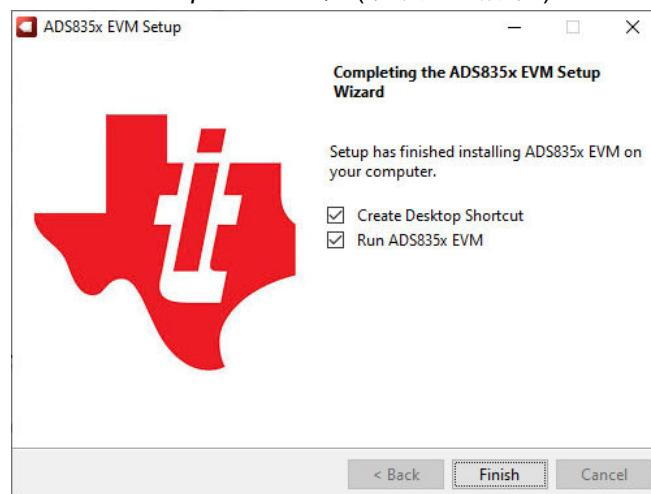

图 5-5. ADS8354EVM-PDK 安装最后一步
4. 在这些安装完成后，选中 *Create Desktop Shortcut* 框 (如图 5-5 所示)。